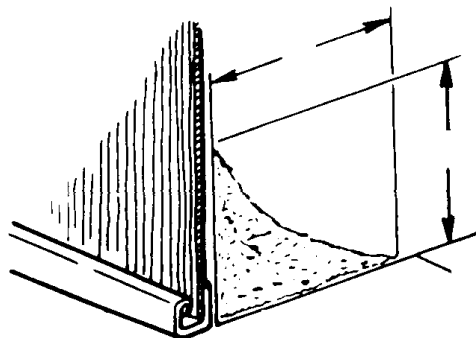

Abb.11
- Legen Sie rund um das Pool am Fuß des Stahlmantels mit dem Sand eine 15 cm hohe und 20 cm breite Hohlkehle an (Abb. 11).